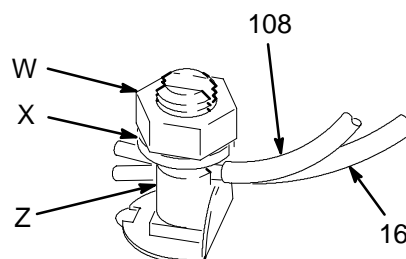

Fig. 4
5. *Agitateur*: utiliser le fil et la pince de terre (108, fournis). Voir la Fig. 4. Desserrer l'écrou de blocage (W) de la borne de terre et la rondelle (X). Introduire une extrémité du fil de terre (108) dans la fente de la borne (Z), puis bien serrer l'écrou de blocage. Raccorder la pince à une véritable prise de terre.
6. *Flexible d'aspiration*: fixer le fil de terre du flexible (16) sur la borne de terre de l'agitateur. Voir la Fig. 4. Si vous n'utilisez pas d'agitateur, fixer le fil sur le réservoir d'alimentation produit.